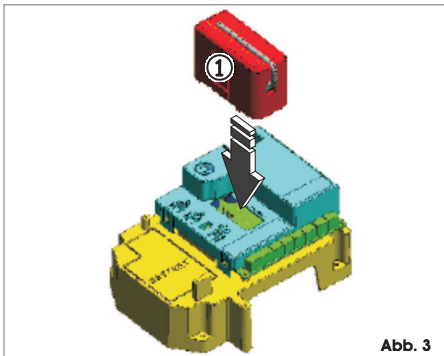

Abb. 3
Das elektronische Steuergerät ist mit einem integrierten zweikanaligen Entschlüsselungssystem (DS, SLH, RC, LC) mit der Bezeichnung OMNIDEC ausgestattet. Dieses System ermöglicht über ein zusätzliches Empfängermodul (Abb. 3 Bez. ①) und Funksteuerungen derselben Frequenz sowohl die Einspeicherung der vollständigen Öffnung (OPEN A) als auch die der Teilöffnung (OPEN B) der Automation.